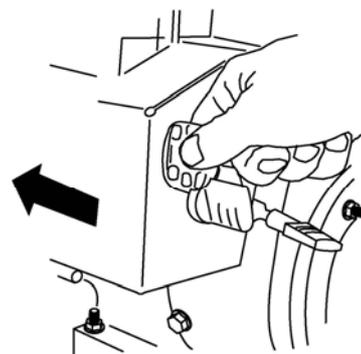

Рисунок 28.
5. Вставьте ключ зажигания (Рис. 28).